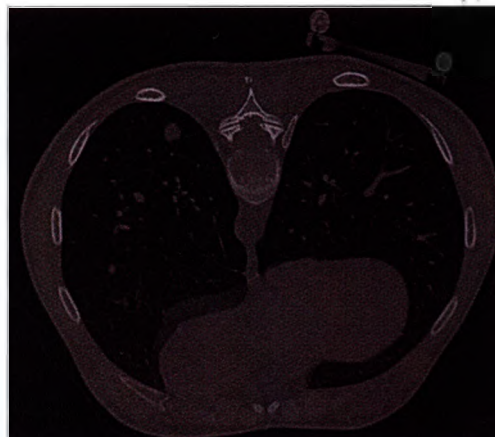

Figura 3.10: Posizionamento del Patient Tool.
- in posizione controlaterale rispetto al polmone oggetto di indagine, sulla fascia di torace dove si trova la sospetta lesione (Figura 3.10). Ciò consente di ridurre al minimo il pacchetto di slices tomografiche necessarie;